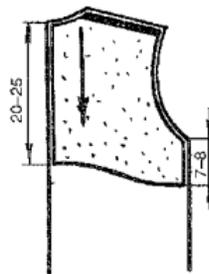

Рис. 1 19
**Лацканы.** Они обрабатываются очень тщательно и требуют к себе большого внимания. Для хорошей посадки лацканы дополнительно укрепляют прокладкой. Выкраивают дополнительную деталь прокладки для лацканов от линии перегиба до обтачного шва. Долевая нить проходит параллельно линии перегиба. Эту часть прокладки накладывают на полосу и приклеивают (рис. 1 20).